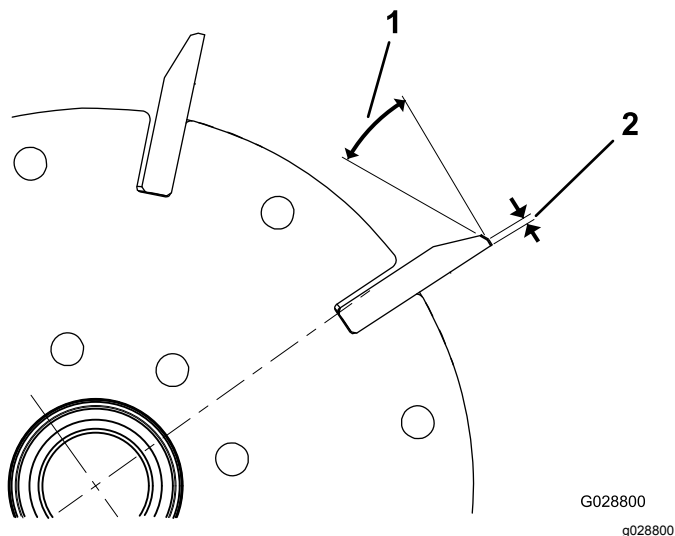

図 24
1. 全部のリール刃に 30°の角度で2番削りを行って、ランド部の幅を 1.3mm にしてください 図 24。